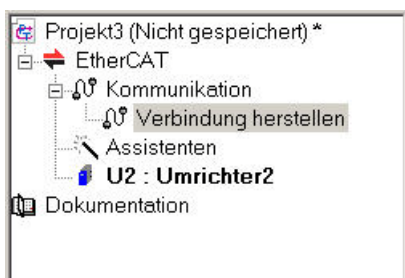

Abb. 12-3 Verbindung herstellen in der Projektansicht
5. Markieren Sie die Zeile des Umrichtereintrags in POSITool, auf den die Daten geschrieben werden soll. Sie können einen bereits bestehenden Umrichtereintrag wählen (*U1: Umrichter1*) oder einen neuen Umrichtereintrag anlegen (*Neu*), s. Abb. 12-3.
6. Führen Sie in dieser Zeile einen Doppelklick auf die erste Spalte *Quelle* (*EtherCAT*) aus (*<Bitte auswählen>*) s. Abb. 12-3.
Um in einem bestehenden Projekt eine Rückdokumentation durchzuführen, muss ein EtherCAT-Eintrag im Projekt vorhanden sein. (s. 12.4 Verwaltung) Betätigen Sie in der Menüleiste die Schaltfläche  oder wählen Sie in der Projektansicht per Doppelklick *Verbindung herstellen* (s. Abb. 12-3). Um die Verbindung zu trennen, betätigen Sie in der Menüleiste die Schaltfläche  rechts neben der Schaltfläche , oder wählen Sie per Doppelklick in der Projektansicht *Verbindung trennen*.